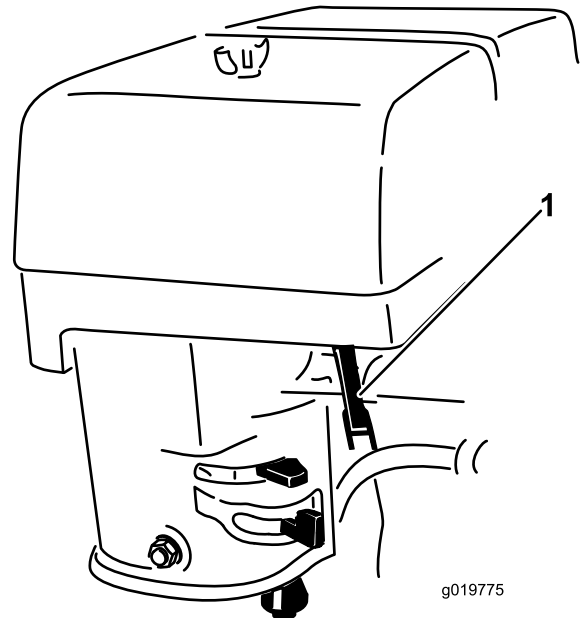

Figure 15
4. Réglez la commande d'accélérateur à mi-course entre les positions Bas régime (tortue) et Haut régime (lièvre) (Figure 15).